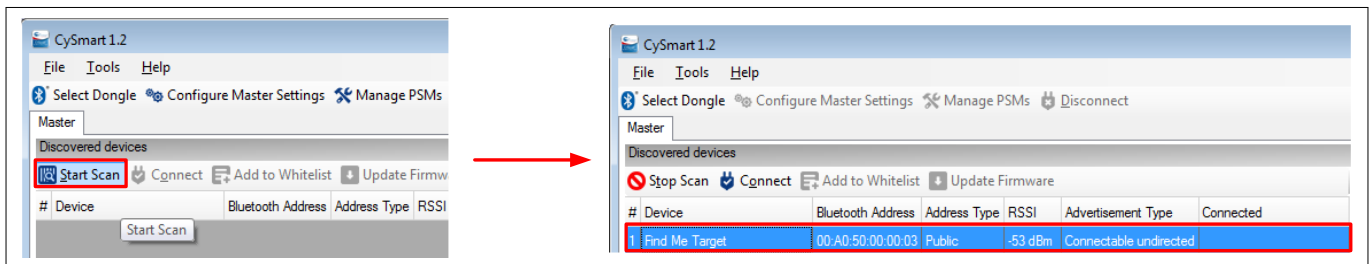

図 57 CySmart でのデバイス検出
- CySmart ホスト エミュレーション ツールで、**Start Scan** をクリックします。図 57 に示すように、ご使用機器の名称 (**Find Me Target** として設定されている) が **Discovered devices** リストに表示されます。